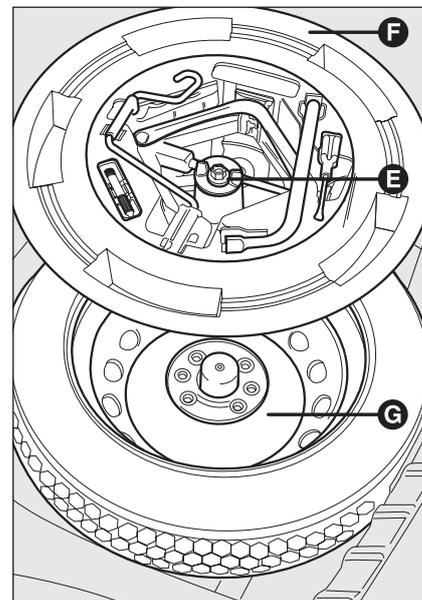

fig. 10
- sistemare il ruotino di scorta **G**-fig. 10 nell'apposito vano ricavato nel bagagliaio;